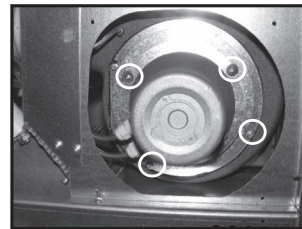

Figura 35
3. Estrarre i 4 bulloni di sostegno del motore della ventola dei fumi. Vedere Figura 35.